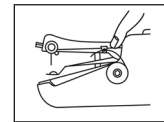

Abb. 10
Fädeln Sie das Gerät gemäß den Abb. 10, 11 und 12 ein:
- 1) Führen Sie den Faden durch die Öffnung nach oben (siehe Abb. 10).